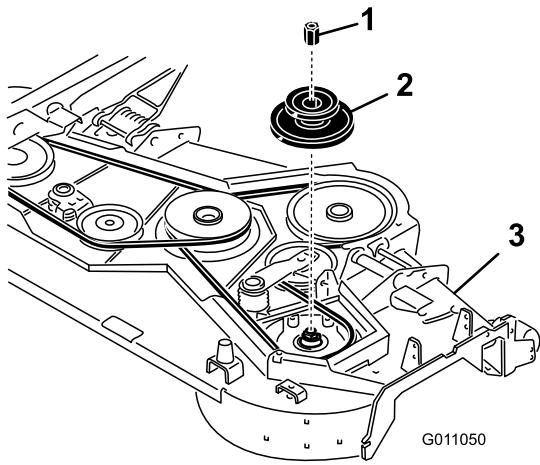

Figura 3
4. Inserite un blocco sotto il fusello della lama destra sotto il piatto di taglio prima di rimuovere la puleggia destra del piatto di taglio (Figura 3). In tal modo si eviterà che i componenti del fusello cadano quando viene rimosso il dado della puleggia.
5. Togliete il dado della puleggia esistente, e la puleggia (Figura 3). Conservate la puleggia e il dado per eventuali utilizzi futuri.
6. Installate la nuova puleggia doppia sul fusello e fissatela con il nuovo dado della puleggia (Figura 3). Serrate il dado a 176–203 N·m.